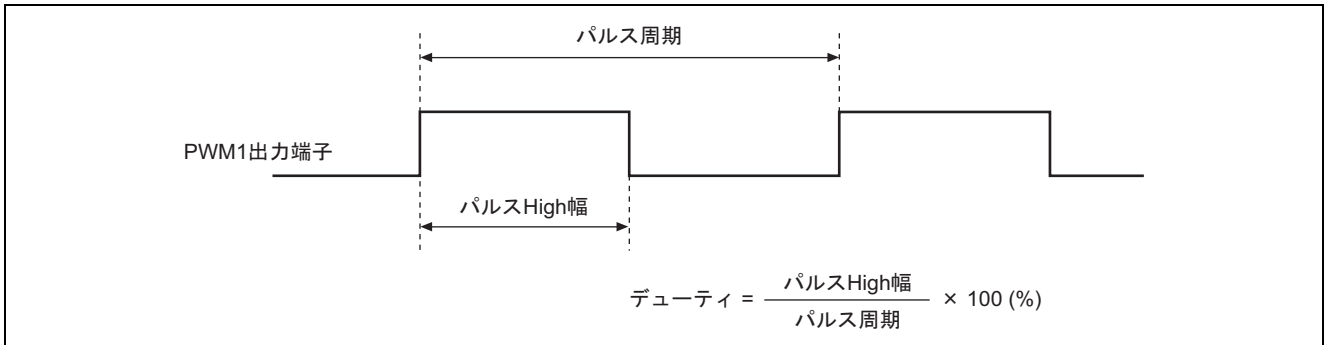

図 1 10 ビット PWM 機能によるデューティパルス出力
1. 図 1 に示すように、10 ビット PWM 機能を使用して、PWM1 出力端子からデューティパルスを出力します。